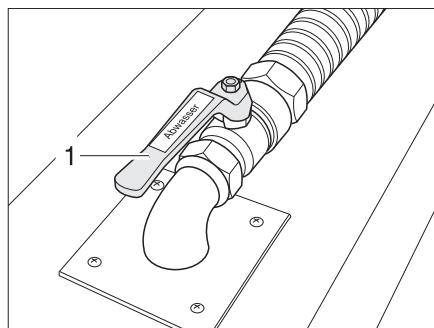

Fig. 371 Grifo para la eliminación de aguas residuales
El grifo para la eliminación de aguas residuales (Fig. 371,1) está en el doble fondo. El grifo para la eliminación de aguas residuales es de color negro y está identificado con el rótulo "Abwasser" ("Aguas residuales").
- Abrir el grifo para la eliminación de aguas residuales (Fig. 371,1). Se vacía las aguas residuales.